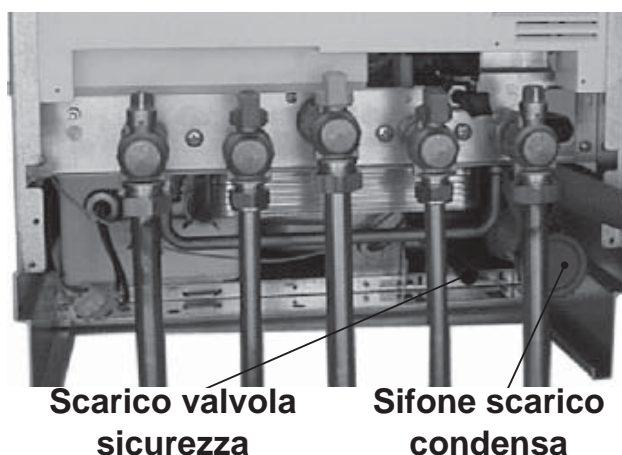

Fig. 5.4
- Inserire il tubo flessibile di scarico condensa in Fig. 5.4 all'interno del condotto di scarico condensa domestico o nell'imbuto di scarico della valvola di sicurezza, qualora lo scarico sia idoneo a ricevere condensa acida.